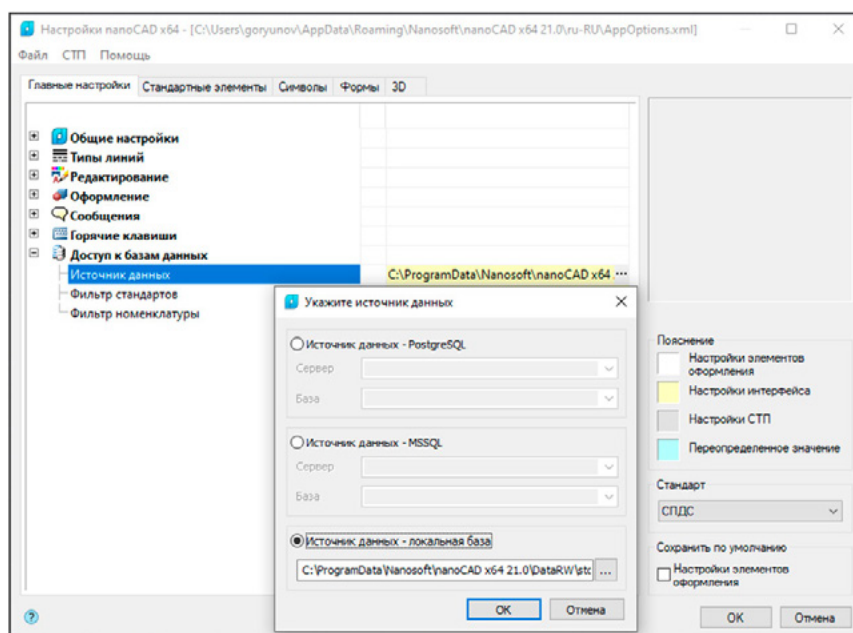

Рис. 24. Настройка БД
- 4) укажите в источнике данных сервер и базу для сетевой БД или путь к локальной БД (рис. 24).